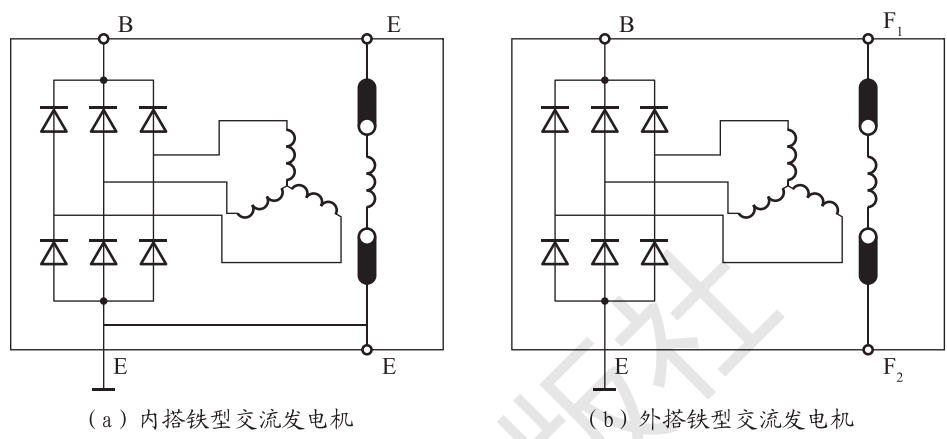

图 2-5-5 交流发电机的搭铁形式
(1) 内搭铁型交流发电机：磁场绕组的一端（负极）直接搭铁（和壳体相连），如图 2-5-5（a）所示。
(2) 外搭铁型交流发电机：磁场绕组的一端（负极）接入调节器，通过调节器后再搭铁，如图 2-5-5（b）所示。